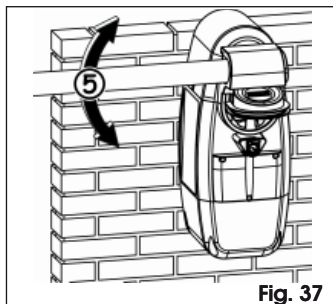

Fig. 37
4. Movimentare manualmente l'asta, Fig. 37.